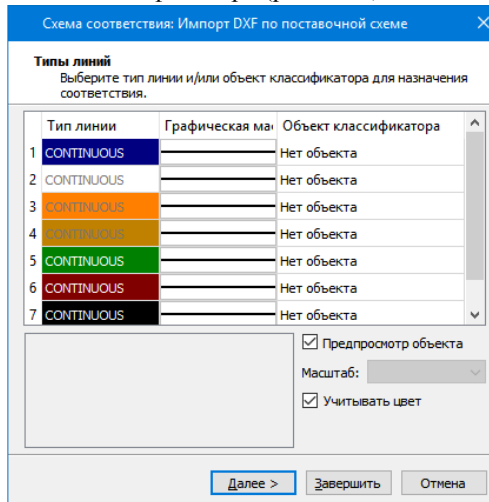

Рис. 10.4
- для типов линий – в виде типа линии графической маски и/или линейного объекта классификатора (рис. 10.4);